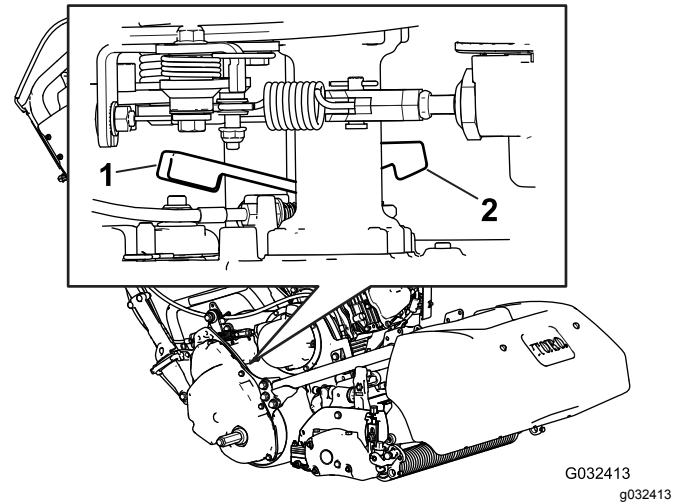

Figure 32
1. Dans l'angle arrière droit de la machine, localisez le levier d'engagement/désengagement de la transmission aux roues, près du tambour d'entraînement (Figure 32).